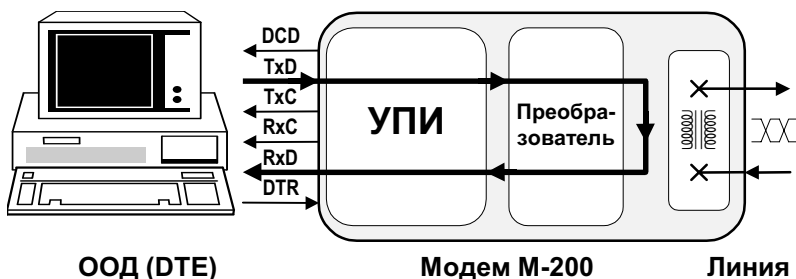

Рис. 11. Проверка в режиме *Местный шлейф (LL)*
Суть проверки в режиме *Местный шлейф (LL)* показана на Рис. 11. Данные, поступающие в модем из ООД (DTE) через интерфейсный кабель проходят через УПИ и преобразователь модема и возвращаются в ООД (DTE). На время проверки модем отключается от физической линии.